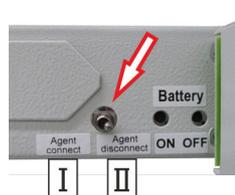

Abb. 45: Blockierschalter
- Vor der Durchführung von Wartungsarbeiten alle vernetzten Systeme durch den Blockierschalter (Abb. 45/Pfeil) blockieren:
Blockierschalter auf "Agent disconnect [blockiert]" (Abb. 45/II) schalten.